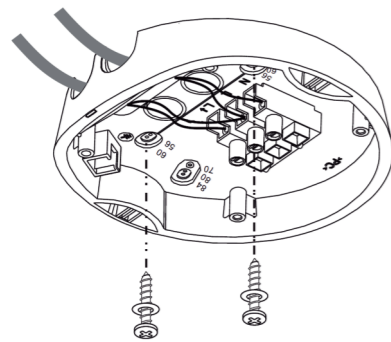

Bild 11
3.4.1.5 Wählen Sie den geeigneten Ausbruch um das Unterteil mit zwei Schrauben an die Decke zu montieren. (Siehe Bild 11)